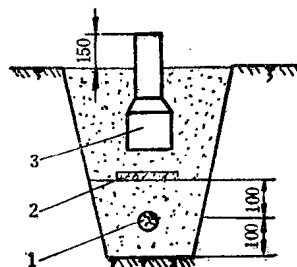

图 1-3
9. 埋设标示桩 在回填土壤到一半左右, 在电缆的实际路径上方埋设标示桩, 如图1-3所示。标示桩上标有红色闪电“N”标记, 标有电缆在地下的顺序编号。